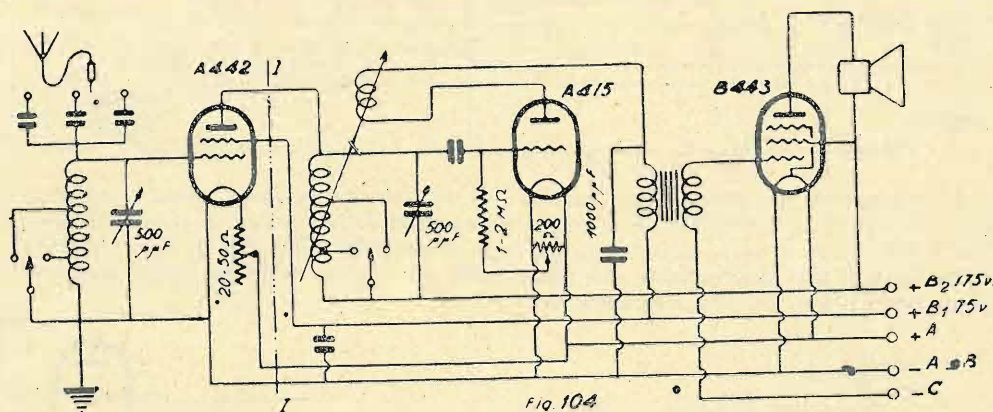

Fig. 104
B) *Ricevitore a tre valvole (filamenti riscaldati con corrente alternata).* — Osservando attentamente lo schema della fig. 106, vi si notano moltissime rassomiglianze con quello della fig. 104. Infatti, lo schema dell'apparecchio è identico: l'unica differenza sta nel fatto che i filamenti delle valvole — a riscaldamento indiretto — sono direttamente alimentati dalla corrente alternata della rete. La corrente fornita dalla rete viene trasformata alla tensione di 4 volts da un trasformatore, il cui secondario comporta una presa intermedia collegata alla terra. Questa disposizione serve ad evitare ogni rumore di fondo determinato dalle continue variazioni di tensione della corrente al-
di una batteria separata, come è indicato nella fig. 104, una parte della tensione di placca. Il montaggio relativo è indicato dalla fig. 108: una resistenza R viene inserita tra il polo negativo della sorgente di tensione
Nelle figure 104 e 106, la tensione anodica di 150 volts viene applicata direttamente all'altoparlante. Talvolta,